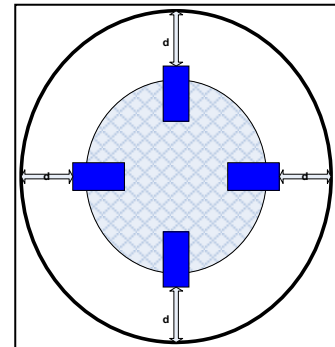

Abb. 7: Zentrierung mittels eines Pneumatikmotors auf Basis von vier 90° Abstandssensoren.
- Pneumatischer Antrieb für Zentriereinheit: Automatische Zentrierung des Manipulators vor dem Stutzen durch 4 analoge Abstandsmesser, die in 90° Winkeln um das Gerät herum angeordnet sind. Das System misst die Zentrierung entlang der Stutzenachse. Anhand der gemessenen Werte wird die optimale Korrektur von vertikalem und horizontalem Verdreh- und Kippwinkel zum Erreichen der besten Koaxialität berechnet. Die Korrektur wird von den vier Pneumatikmotoren des Gerätes durchgeführt (Abb. 7).